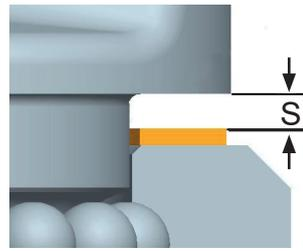

Abb. 6: Abstand zwischen Ober- und Unterteil
- Das Maximalspiel „S“ zwischen Ober- und Unterteil des PowerPoint® darf nicht überschritten werden (Abb. 6):
- PP-..-3,5t (4) bis PP-..-8t (10) max. 2,5 mm